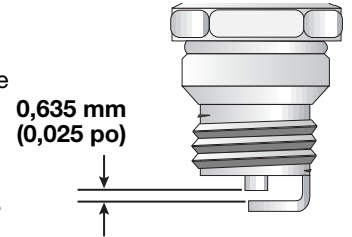

Fig. 31
4. Réglez l'écartement à **0,635 mm (0,025 po)** à l'aide d'une jauge d'épaisseur (Fig. 31).